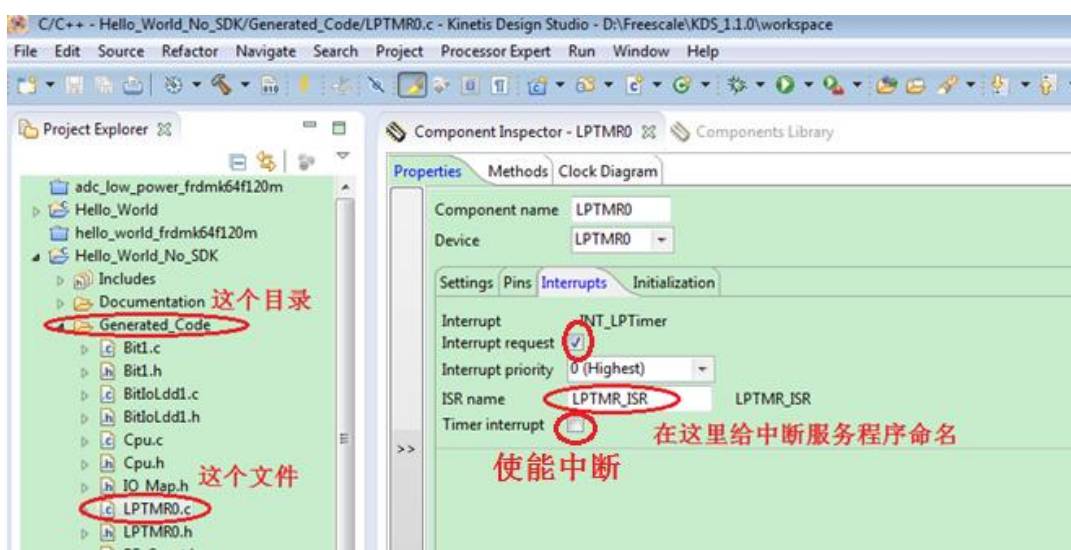

图 139 在PE中开启并设置中断
- 另外，如果需要开启LPTMR中断，则需对其中断进行配置，如图 139所示，另外还需要编写相应的中断服务程序。在Generated_Code目录下，可以找到与配置模块对应的c文件，本例使用的模块是LPTMR0，所以对应的文件是LPTMR0.c，里面可以看到PE生成的中断服务程序原型，如图 140所示。